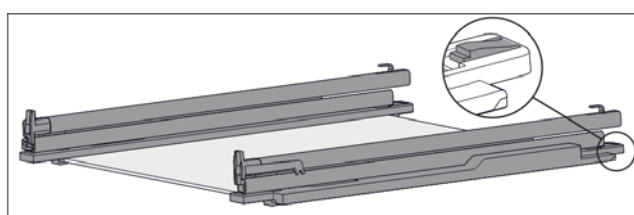

Fig. 52 Стекла́нная пластина с направляющими и крепежными элементами
- Крепежный элемент сзади прижмите вниз (см. Fig. 52) и одновременно отодвиньте направляющую назад.